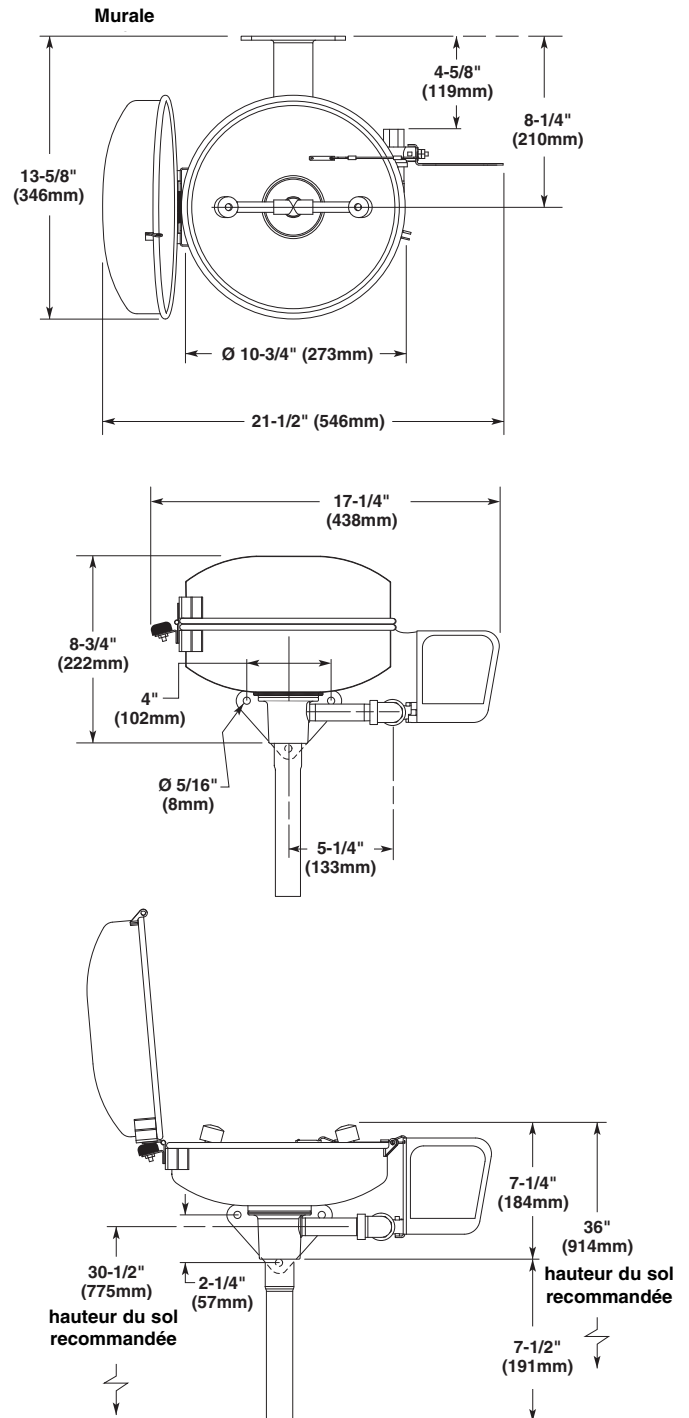

Figure 1
2. En utilisant le raccordement d'entrée du drain comme gabarit, marquer l'emplacement des trous sur le mur OU installer trois attaches (fournies par l'installateur) pour les boulons 3/8 po dans le mur, à l'emplacement des marques de trous (Figure 1).